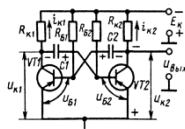

Рис.1.3
3. Показать по схеме мультивибратора с КБ связями (рис.1.3) путь прохождения тока при закрытом состоянии транзистора VT2.